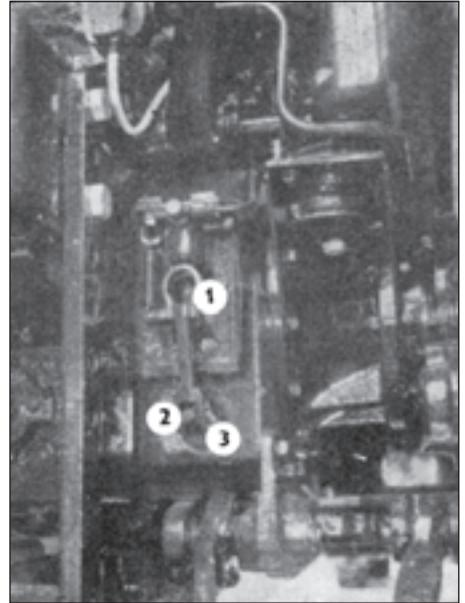

Fig. 190
Après avoir enlevé le chapeau du cylindre de frein resserrer l'écrous autobloquants de réglage (fig. 190/1) sur la gauche et la droite comme il suit:
- serrer l'écrou de réglage autobloquant (fig. 190/1) jusqu'au point quand on ne peut pas faire tourner la roue arrière à la main
Procéder de la même manière sur l'autre roue. Ce réglage peut être effectué plusieurs fois au cours du service du tracteur, mais si l'extrémité de la tringle dépasse l'écrou de réglage (fig. 190/1) de 10 mm ou si le rendement des freins est plus faible (les bosses du frein à disques reposent déjà sur la surface d'appui de la cage de frein), il faut réviser les freins et remplacer les disques de frein. Après le réglage du frein à pédale, contrôler le réglage du frein à main. Le levier du frein à main (fig. 48/1) doit se trouver dans sa position de départ (défreinée). L'écrou autobloquant de la tringle de frein à main (fig. 190/2) doit être en contact avec l'axe (fig. 190/3) sur le levier du frein à disque. Sinon, il faut l'ajuster au point en veillant à ce que le levier du frein à disque ne bouge pas de sa position de départ. Après ce réglage primaire contrôler l'efficacité des freins à pédales qui doit être égale sur toutes les deux roues. Si le freinage n'est pas égal desserrer l'écrou de réglage (fig. 190/1) sur le côté manifestant l'effet de freinage supérieur d'une valeur indispensable, mais d'un tour au maximum.
Avis: Lors chaque démontage des freins il faut remplacer l'écrou autobloquant de réglage M 12 (fig. 190/1) par un nouveau. Lors chaque démontage de la tringle du frein à main il faut remplacer l'écrou autobloquant de réglage M 8 (fig. 190/2) par un autre nouveau.